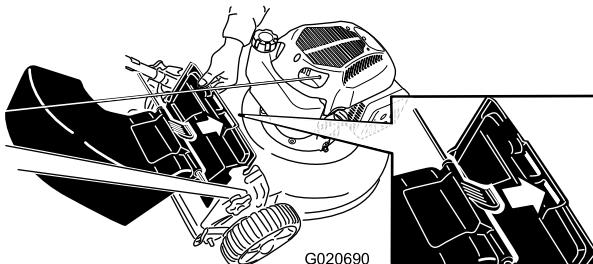

Рисунок 23
- Вставьте выступ на заднем отражателе выброса в правую прорезь на заднем отражателе (Рисунок 23).